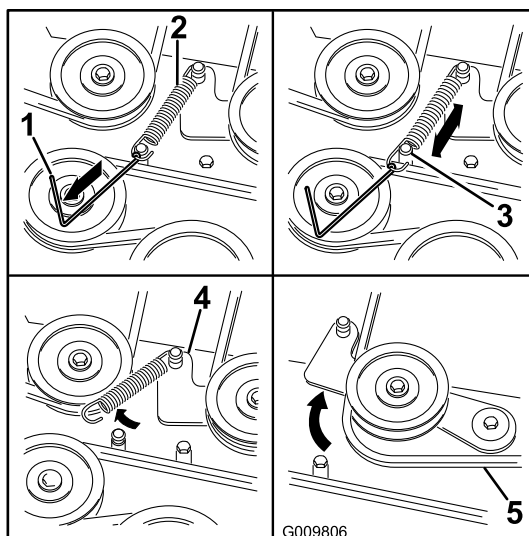

Figura 59
8. Utilizando um removedor de molas (peça Toro n.º 92-5771), retire a mola intermédia do poste da plataforma para eliminar tensão da polia intermédia (Figura 59).
11. Instale a nova correia em torno das polias do cortador e da polia da embraiagem sob o motor (Figura 59).
12. Utilize um removedor de molas (peça Toro n.º 92-5771), instale a mola intermédia por cima do poste da plataforma para colocar tensão na polia intermédia e na correia do cortador (Figura 59).